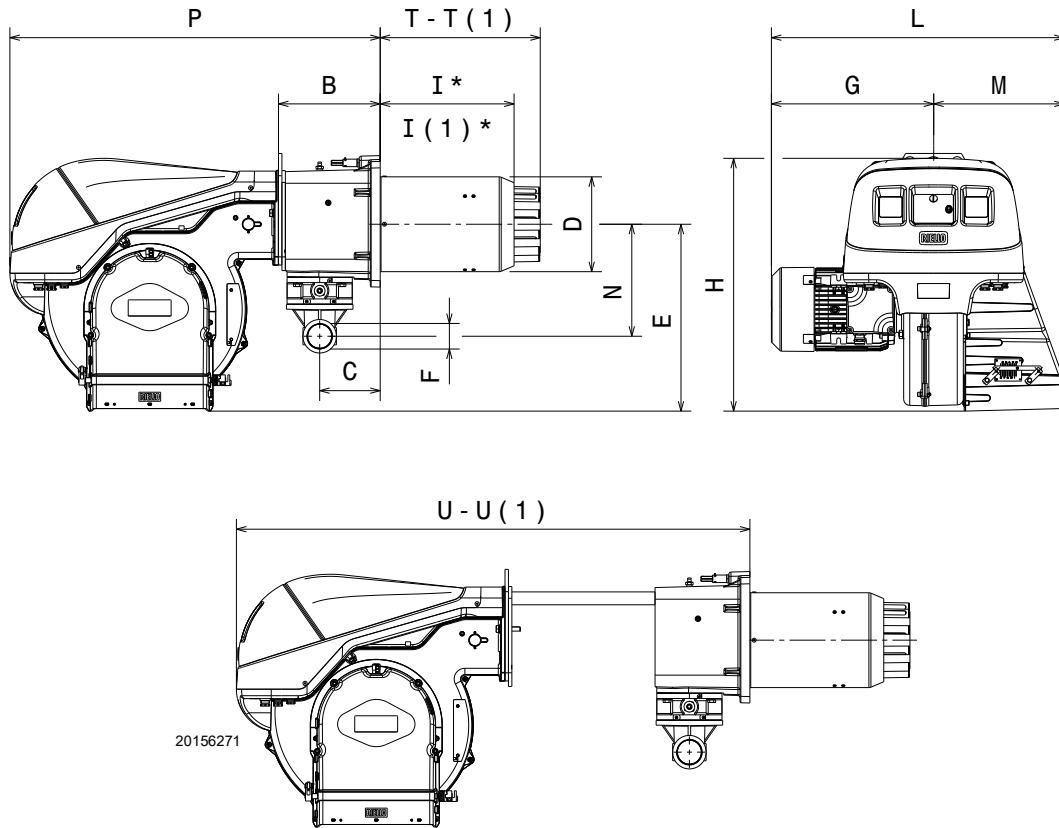

Abb. 1
Die Abmessungen des Brenners sind in Abb. 1 angeführt.
* Die maximale Dicke der Kesseltür bezieht sich auf das Maß „I“ (Abb. 1 auf Seite 9).